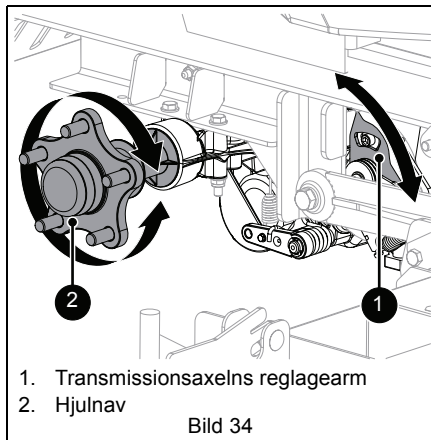

Bild 34
2. Vrid sakta transmissionsaxelns reglagearm i motsatt riktning mot navets rotation tills navet stannar. Se Bild 34.